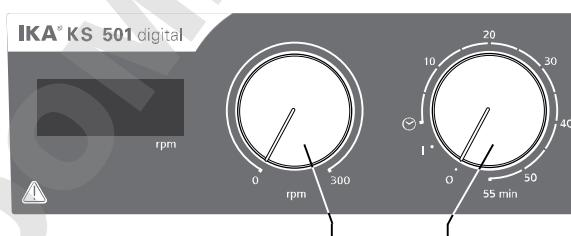

Fig. 3
- ⇒ Pentru pornirea aparatului rotiți butonul rotativ „**Pornit/Oprit**” și „**Timer**” (B, a se vedea Fig. 3) în sensul acelor de ceas pe poziția „1”.
- ⇒ Pentru oprire aparatului rotiți butonul rotativ „**Pornit/Oprit**” și „**Timer**” (B) pe poziția „0”.
- ⇒ Setați turăția motorului cu ajutorul regulatorului „**Turație**” (C, a se vedea Fig. 3). Turăția motorului poate fi setată între 0 și 300 rpm.